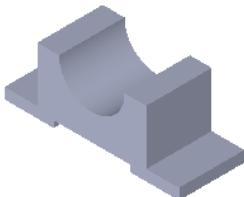
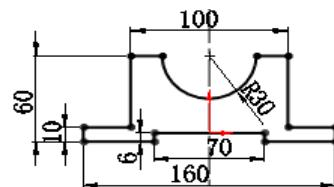

图 5.23.2 凸台-拉伸 1
图 5.23.3 横断面草图
Step2. 创建图 5.23.2 所示的零件基础特征——凸台-拉伸 1。
(1) 选择命令。选择下拉菜单 **插入(I)** →  **凸台/基体(B)** →  **拉伸(E)...** 命令（或单击“特征 (F)”工具栏中的  按钮）。
(2) 定义特征的横断面草图。选取前视基准面作为草图基准面；在草图绘制环境中绘制如图 5.23.3 所示的横断面草图；选择下拉菜单 **插入(I)** → **退出草图** 命令，系统弹出“凸台-拉伸”对话框。
说明：为了清楚地表现草图，图 5.23.3 中的几何约束（对称、水平和垂直等）均被隐藏。